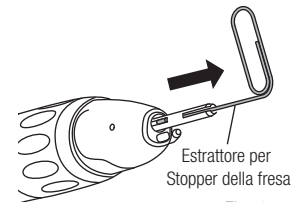

Fig. 4
2) Inserire l'estrattore dello Stopper (in dotazione) all'interno del mandrino. Tirare l'estrattore dello Stopper agganciandolo alla fessura presente sullo Stopper stesso. (Fig. 4)